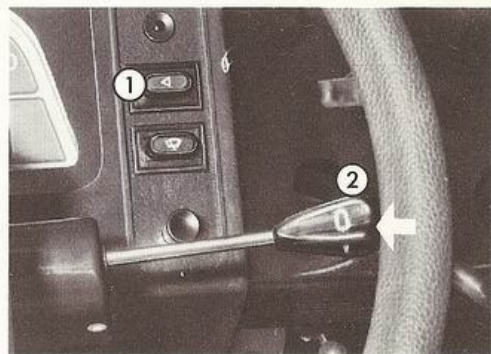

Fig. 19 - 1 - Comando segnalatore d'emergenza
**Comando luci e segnalatore acustico (Fig. 19)**
**Comando segnalatore d'emergenza (Fig. 19)**